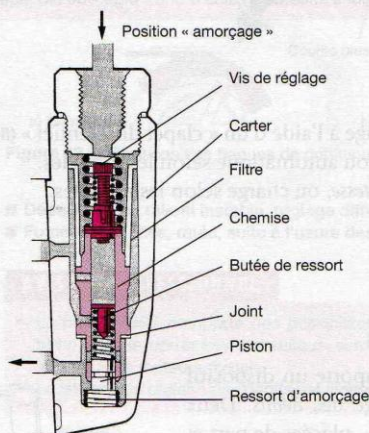

Figure 43.1. Soupape régulatrice DPS (Doc. RVI)
- Le réglage au banc d'essai de la pression de transfert est accessible de l'extérieur (fig. 43.1).